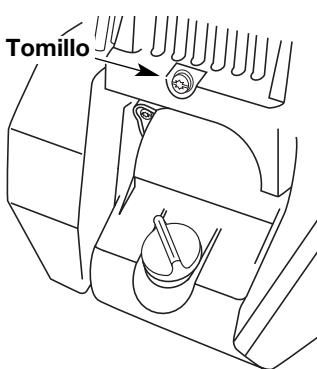

Fig. 41
3. Saque el tornillo que está detrás de la cubierta del motor (Fig. 41).